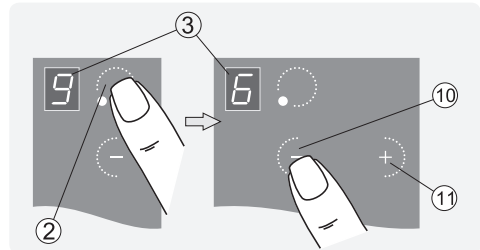

Рис.9
1. Работаящую конфорку касанием зоны ^② перевести в режим управления (рис. 9).